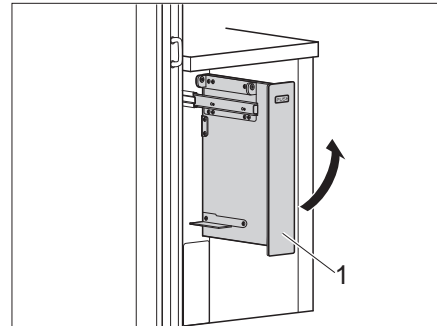

Bild 102 Verbreiterung nach oben schwenken
- Verbreiterung (Bild 102,1) nach oben schwenken.
- Verbreiterung (Bild 102,1) nach unten schwenken.